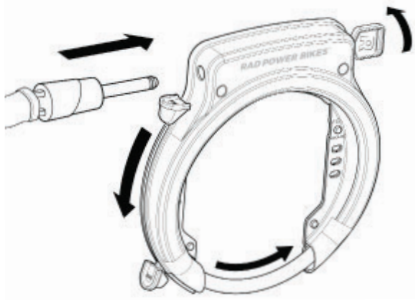

Abbildung 12: Montieren der Sicherheitskette und Verriegeln des Bügels
- Drehen Sie den Schlüssel im Uhrzeigersinn und drücken Sie den Daumenhebel in Richtung der Diebstahlschutzöffnung, bis der Bügel in der vollständig geschlossenen Position einrastet (Abbildung 12). Drehen Sie dann den Schlüssel gegen den Uhrzeigersinn, um den Bügel in dieser Position zu verriegeln. Stellen Sie sicher, dass der Bügel keine Speichen oder die Felge des Rads berührt. Überprüfen Sie, ob das Fahrrad sicher abgeschlossen ist. Ziehen Sie den Schlüssel ab.